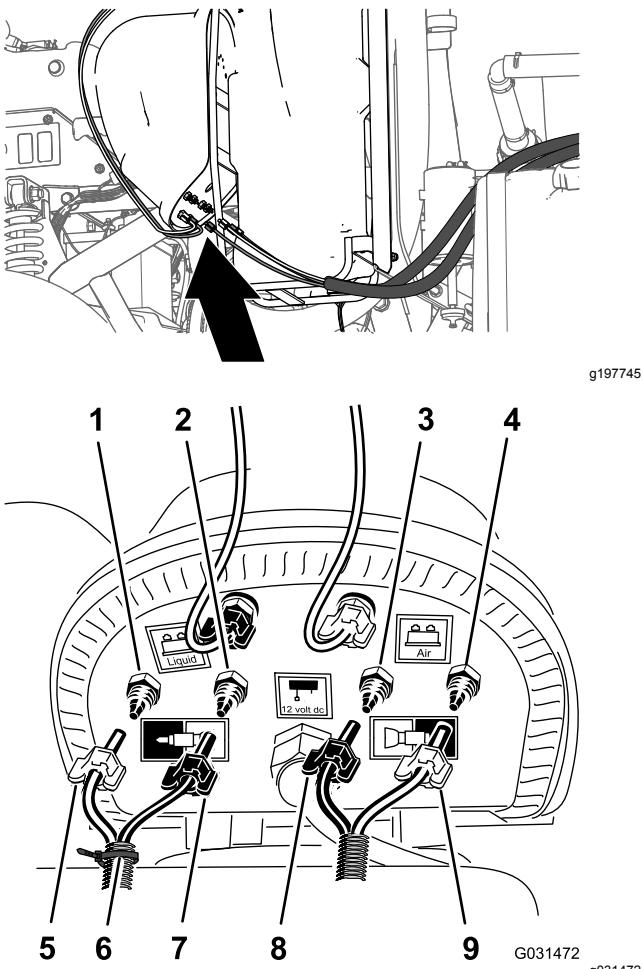

Figura 16
1. No painel de ligação do compressor para o kit de marcador de espuma, prenda uma braçadeira de cabos em torno da tubagem transparente e azul para a secção de pulverização direita (Figura 16).
2. Desaperte as porcas de compressão dos dois tubos transparentes e dos dois tubos azuis para os bicos de espuma nas secções de pulverização esquerda e direita (Figura 16).
3. Retire os quatro tubos das uniões de compressão das secções de pulverização (Figura 16).